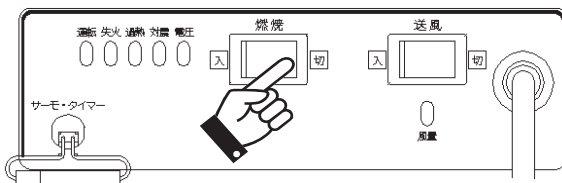

図4-2 消火操作
1. 燃烧スイッチを「切」にしてください（P. 9 図4-2参照）。燃烧が停止し、約90秒後に送風ファンが自動的に停止し、運転ランプが消灯します。